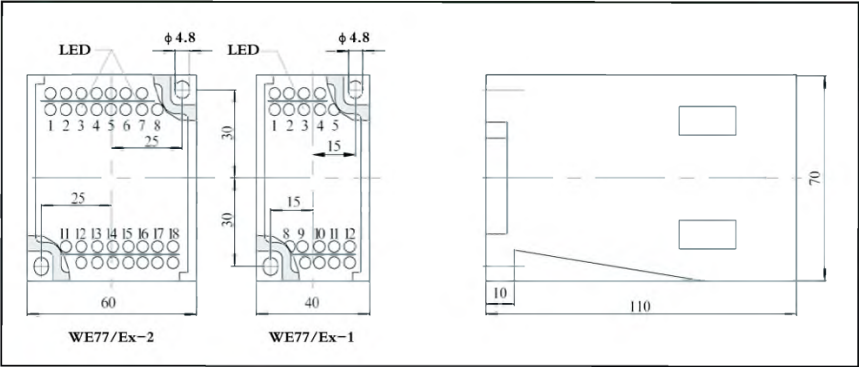

图 22
6.2.3 WE77/Ex 晶体管继电器安装及外形尺寸（见图 22）